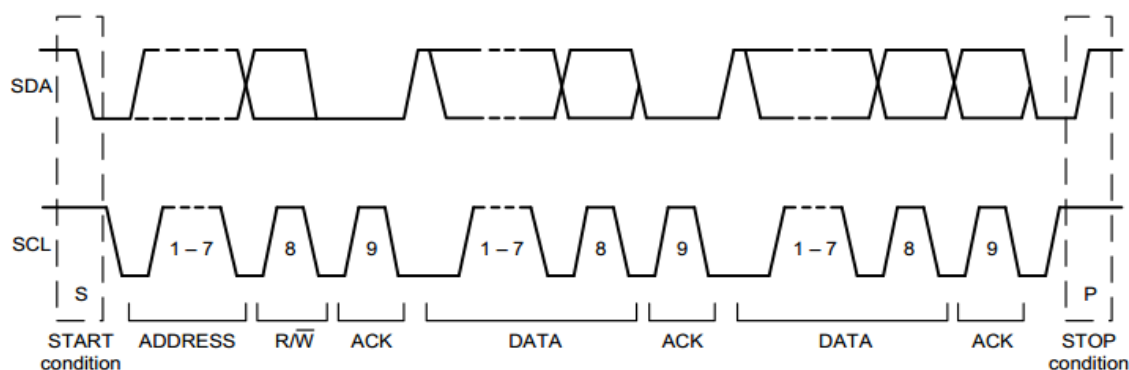

图 2-10 I2C 时序图
上图是官方 datasheet 中关于 MPU9250 的 I2C 时序电路的规定。(所有的 I2C 都是这个时序) 我们看到在主机发出 Start 信号后(也就是 I2C 开始信号)，此时主机会发出从机的地址(7 位)+读写(1 位)+等待的应答信号(1 位) 一共 9 位。解释一下，每一个具有 I2C 功能的传感器都会有一个 I2C 地址，我们传感器的地址是 110100x，比如现在引脚 9 被拉低(也就是 0V)，那么 X=0，即我们 MPU9250 此时地址为 1101000 (B)。读写位表示的是现在这个芯片要做的动作：可以读取其他芯片寄存器内部的值(第 8 位为 1)，也可以写入一个值到芯片的寄存器(第 8 位为 0)。比如我们去读取 MPU9250 的一个寄存器的数值，那么发送的数据就是 11010001，即 0xD1。此时发送的主芯片就会释放 SDA，等待从设备(传感器)应答。所以 I2C 设备只需要 2 根线就可以做到同时连接很多芯片并传输数据。就好比老师上第一课喊名字来认识同学一样。如果你发现主控 MCU 发送的地址(呼叫的名字)和你的一样，此时传感器芯片将会自动去拉低(回应) SDA 的电压(0V)，即表示应答成功。然后我们就看到了如下图 2-10 所示的时序图：